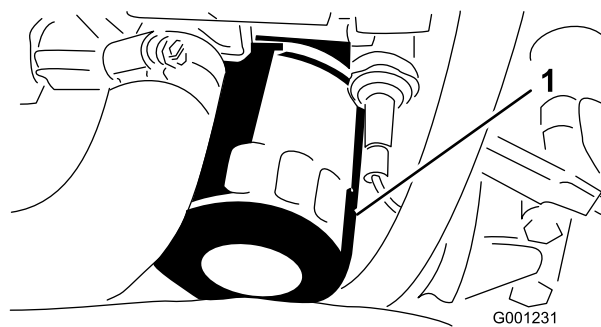

Figura 48
8. Togliete il filtro dell'olio e sostituitelo (Figura 48).